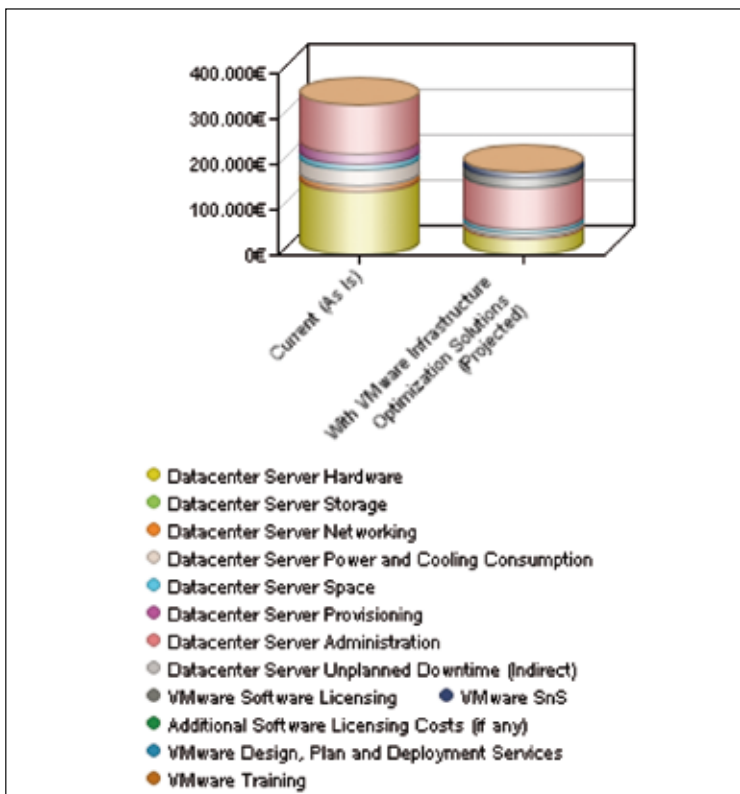

Abbildung 2: Drei-Jahres-TCO-Vergleich
Die „(Hardware-)Virtualisierung“ ist eine Technologie, die es erlaubt, eine technische Abstraktionsebene, auch Hypervisor genannt, auf einer aufsetzenden Hardwareplattform bereitzustellen. Diese Technologie ermöglicht es, mehrere virtuelle Maschinen (VM), wie Server oder Desktops bereitzustellen, auf denen dann gewohnte Betriebssysteme und Applikationen verfügbar sind. (Abbildung 2)